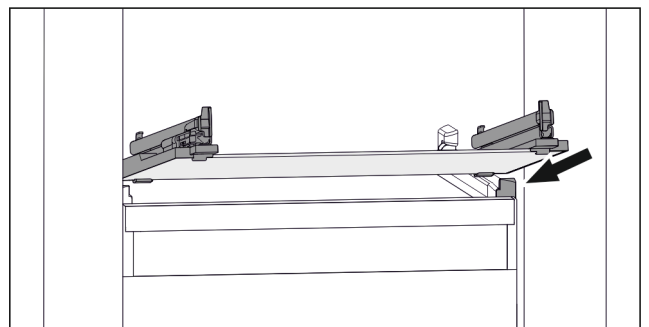

Fig. 46 Приблизне відображення скляної пластини
▶ Встановити скляну пластину за стопорами навкосо. (див. Fig. 46)